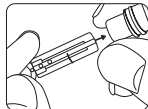

Figura 24
PASO 2: Inserte una lanceta estéril en el soporte de lanceta del dispositivo de punción y presiónela con firmeza hasta que esté bien asentada. No gire la lanceta. Consulte la figura 24.